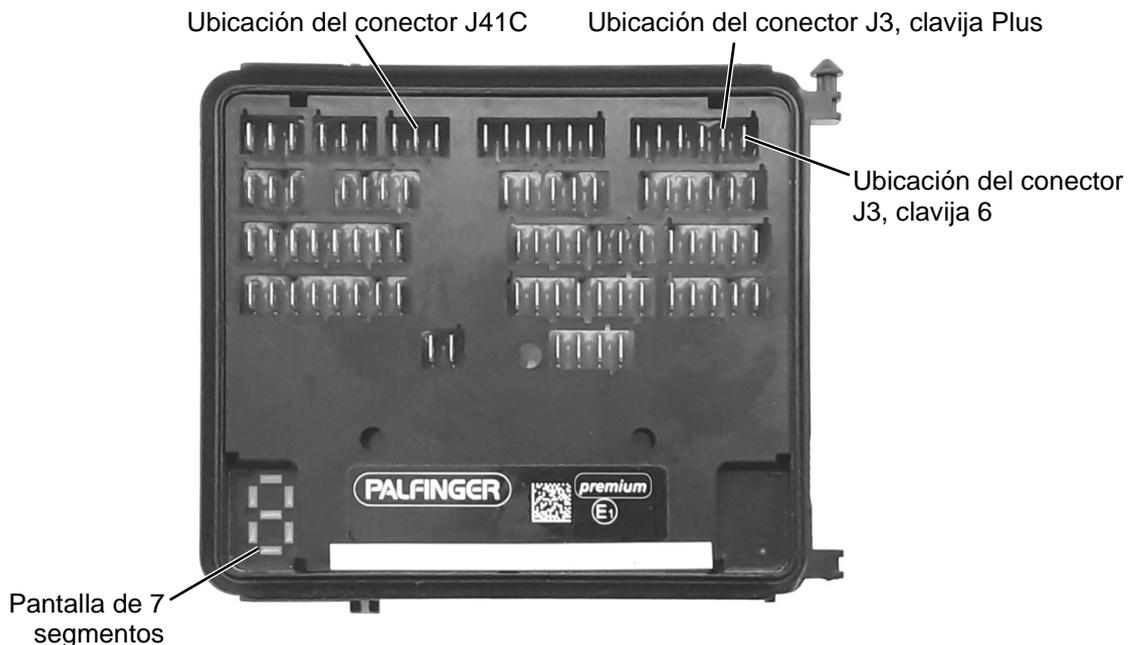

Figura 44: Control (imagen de ejemplo)
- ▶ Si no hay conmutador de pedal: Aplique un pulso positivo ocho veces a la ubicación del conector J3, pin 6, en el control (véase Figura 44). Para ello, puede pulsar el signo más de la clavija contigua.
- ▶ Tire del conector de 3 clavijas del sensor de plataforma J41C en el control (véase Figura 44, página 65).